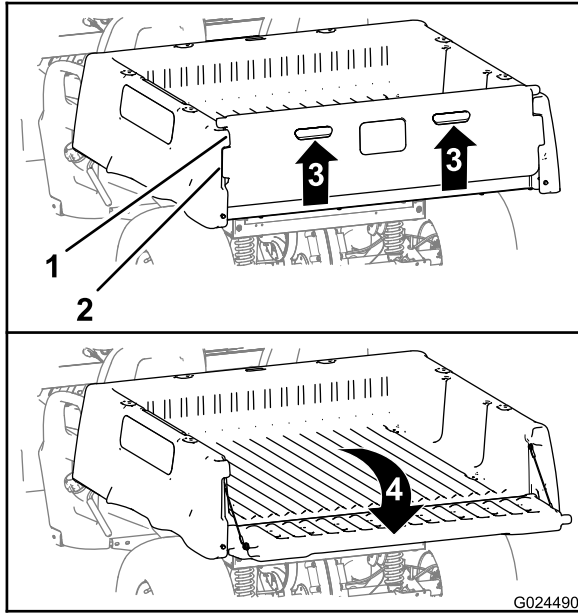

图 15
2. 向上拉起尾门后面板上的手指拉扣图 15。
3. 将尾门的锁紧法兰与货斗两个尾门法兰之间的开口对齐图 15。
4. 向后下方旋转尾门图 15。
6. 向前上方旋转尾门直到尾门的锁紧法兰与货斗中的尾槽齐平图 15。
7. 将尾门放下直至其落到货斗背部图 15。